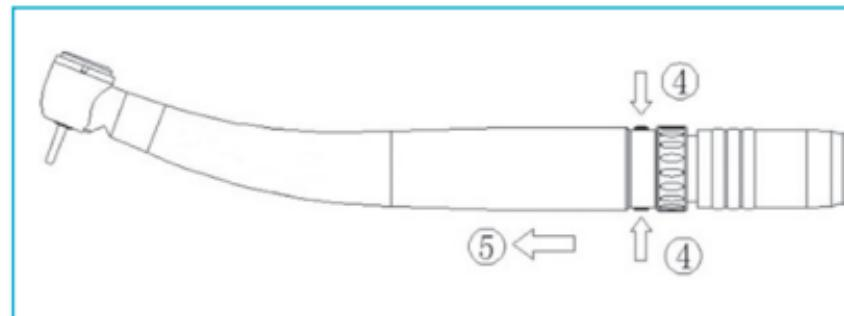

Fig. 6-10
- Tenere saldamente fermo l'attacco LED, premere i due pulsanti sul lato dell'attacco LED (Fig. 6-10④).
- Togliere il dispositivo medico (Fig. 6-10⑤).